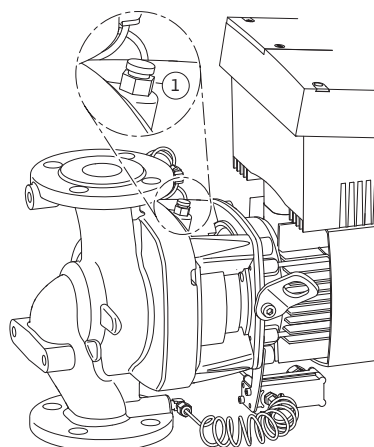

Fig. 44: Soupape d'échappement
- Purger la pompe en ouvrant les soupapes d'échappement (Fig. 44, pos. 1). Le fonctionnement à sec détruit la garniture mécanique de la pompe. Le capteur de pression différentielle ne doit pas être purgé (risque de destruction).